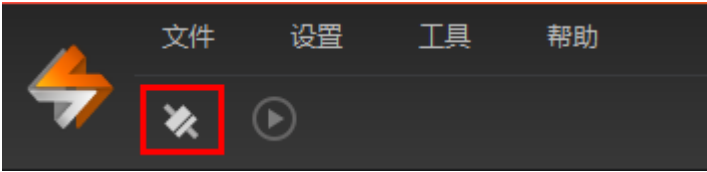

图2-5 连接设备
2. 单击左上角控制工具条的“建立连接”，如图 2-5 所示。